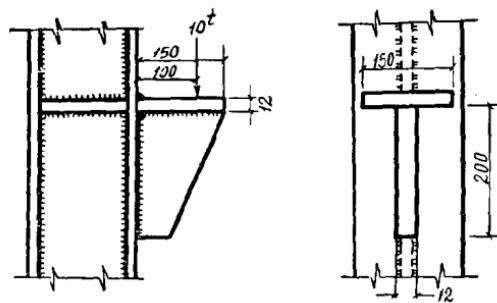

图 10
(1) 悬臂承托尺寸及计算荷载见简图10;
(2) 钢材标号——3号钢,